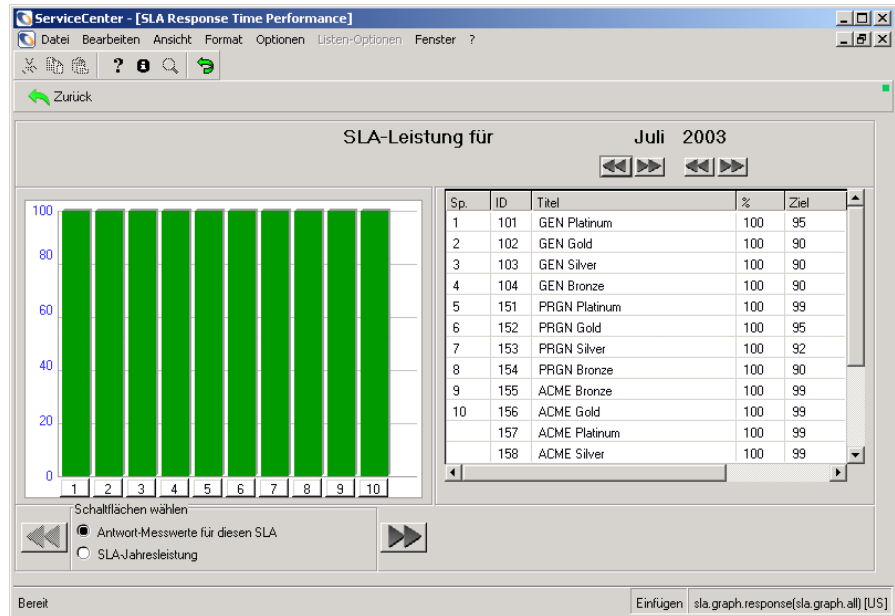

Abbildung 9-28: Status der Reaktionszeiten für alle SLAs
- 5 Klicken Sie auf die Schaltfläche **Reaktionsstatistik**, um den Status der Reaktionszeiten aller SLAs anzuzeigen (siehe Abbildung 9-28).